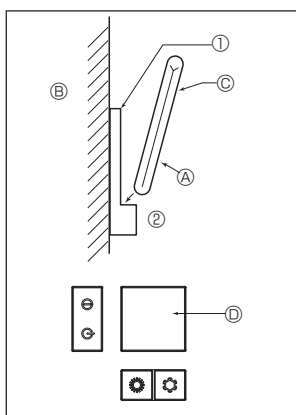

Fig. 7-9
2) Método de instalación (Fig. 7-9)